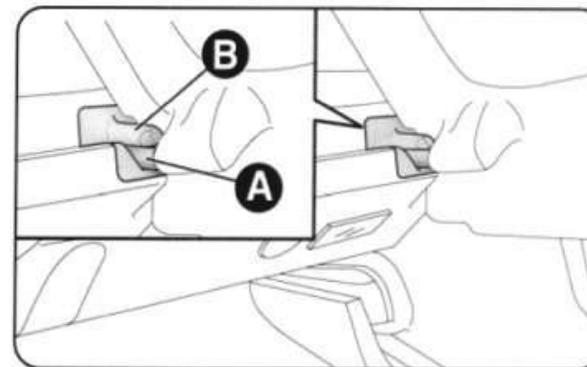

рис. 61
- снимите штифты А (рис. 61) на внешней стороне полки с боковых кронштейнов В и снимите полку.